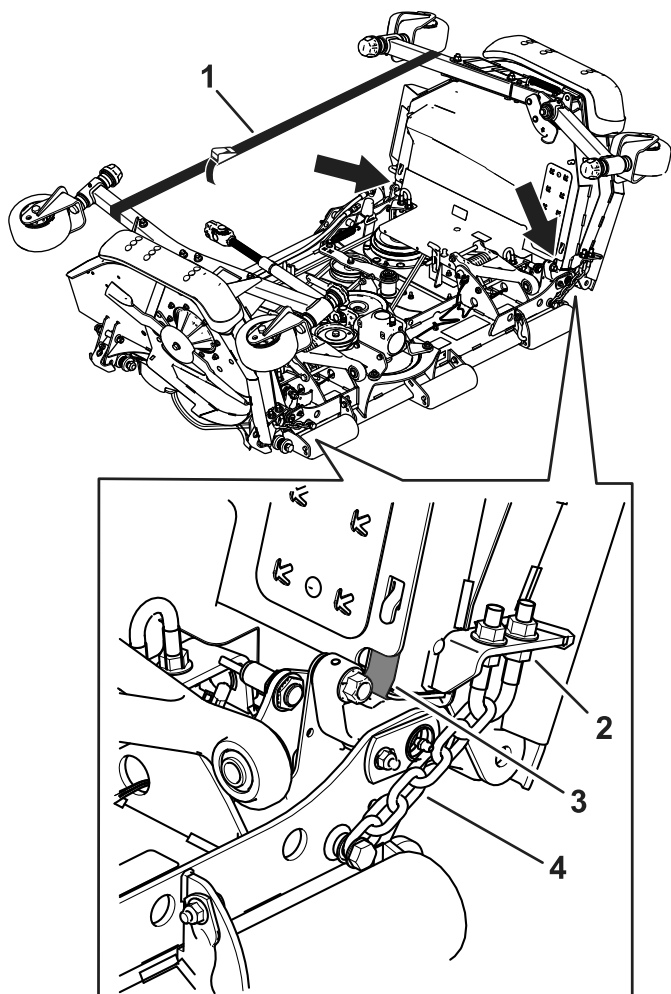

Рисунок 4
1. Ослабьте хомут, использованный для транспортировки. Обеспечьте достаточное пространство, чтобы вставить регулировочные прокладки (Рисунок 4).
4. Затяните цепи в передней и задней частях деки газонокосилки (Рисунок 4).